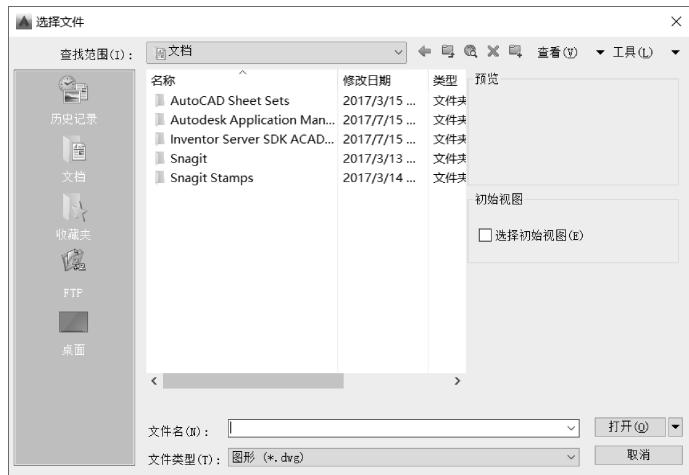

图 1-27 “选择文件”对话框
1) 选择上述方式之一输入命令后，可以打开“选择文件”对话框，如图 1-27 所示。通过对框的“查找范围”下拉菜单选择需要打开的文件，AutoCAD 的图形文件格式为 *.dwg 格式（在“文件类型”下拉列表框中显示）。